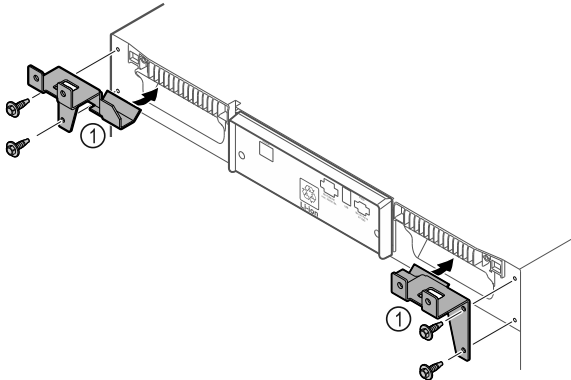

Fig. 8
- ▶ Szerelje fel a tartóelemeket Fig. 8 (1) a készülékre a mellékelt csavarokkal.